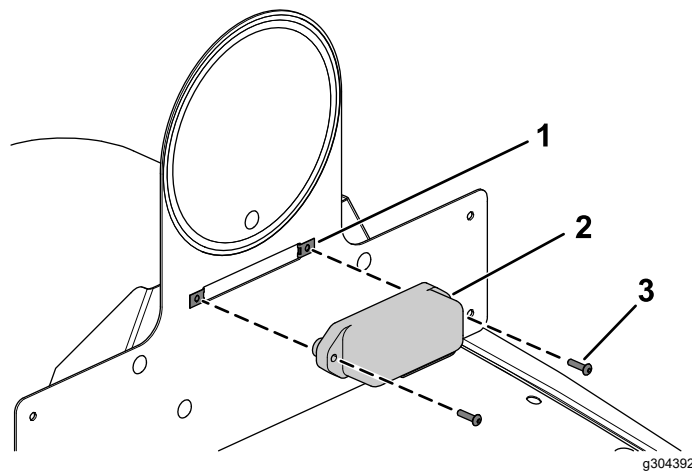

Figura 39
11. Conectai cablajul la lumina plăcui de înmatriculare (Figura 39).
12. Fixai lumina plăcui de înmatriculare la suportul asamblat pentru placa de viteză folosind cele 2 piulie de viteză instalate în Figura 26 i 2 uruburi cu cap semirotond (#10 x ¾") aa cum se arată în Figura 39.